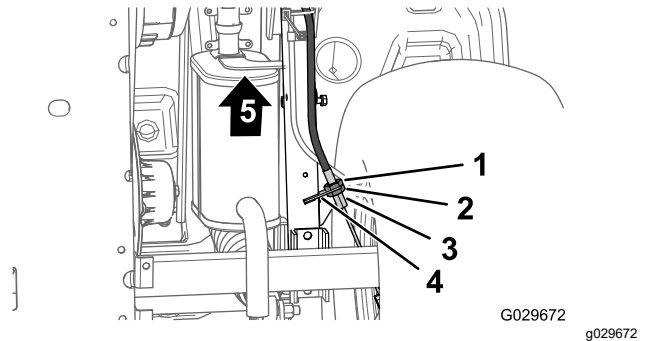

Figure 67
3. Au bas de la machine, desserrez de 4 tours l'écrou de blocage arrière du réglage fileté sur le câble de frein de stationnement (Figure 67).
4. Resserrez l'écrou de blocage avant (Figure 67).
- A. Desserrez d'un tour l'écrou de blocage avant (Figure 67) du réglage fileté du câble de frein de stationnement.
- B. Resserrez l'écrou de blocage arrière (Figure 67).
- A. Desserrez d'un tour l'écrou de blocage arrière (Figure 67) du réglage fileté du câble de frein de stationnement.
- B. Resserrez l'écrou de blocage avant (Figure 67).